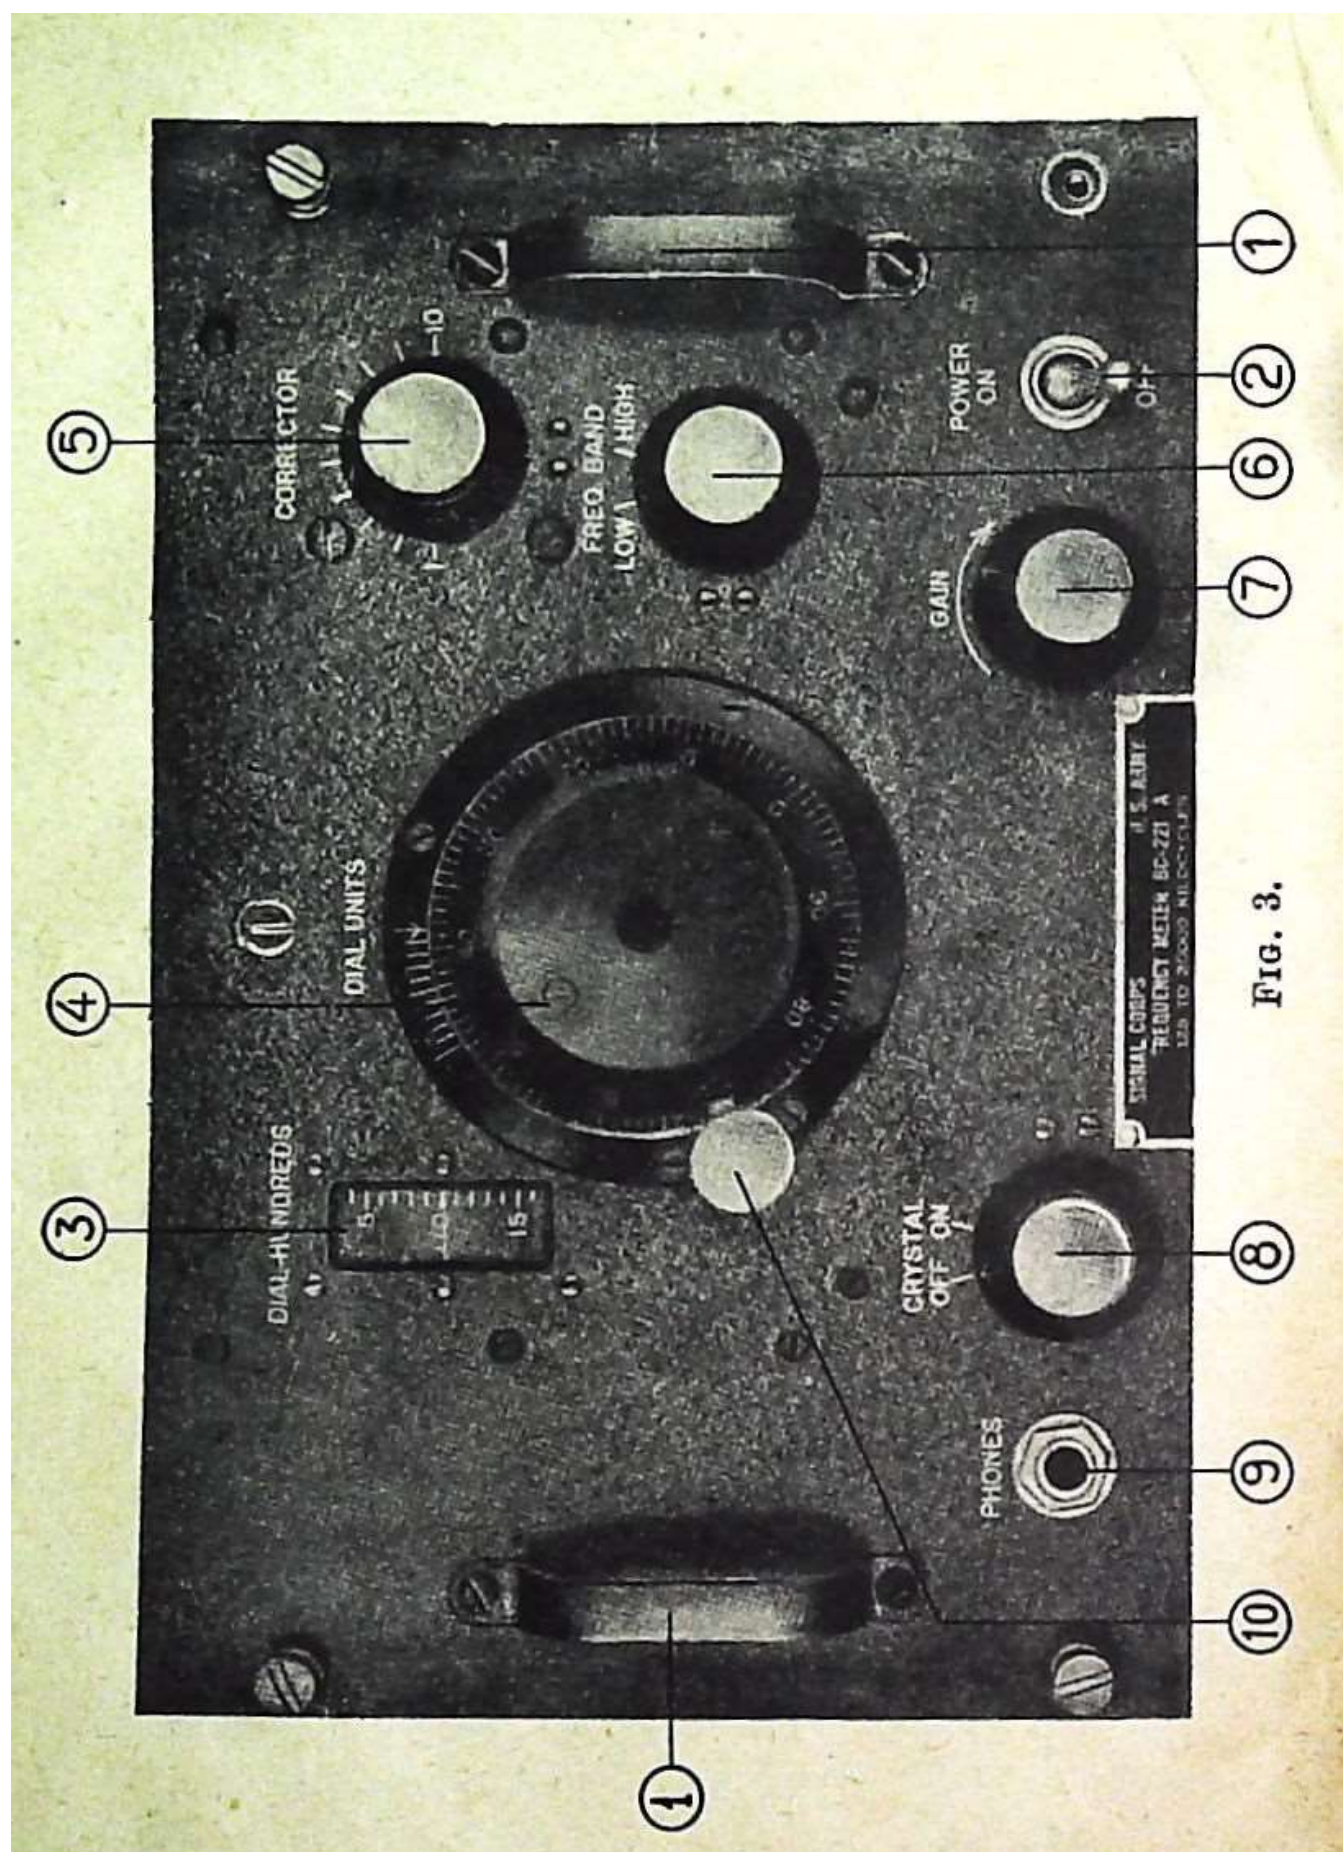

FIG. 3.
Il pannello (1) del frequenzimetro (*vedi* Figg. 1 e 2) comprende (*vedi* Fig. 3):
- 2) interruttore generale (POWER): ON = acceso; OFF = spento [in alcuni esemplari è compreso nel commutatore per l'oscillatore a cristallo, *vedi* n. (8)];